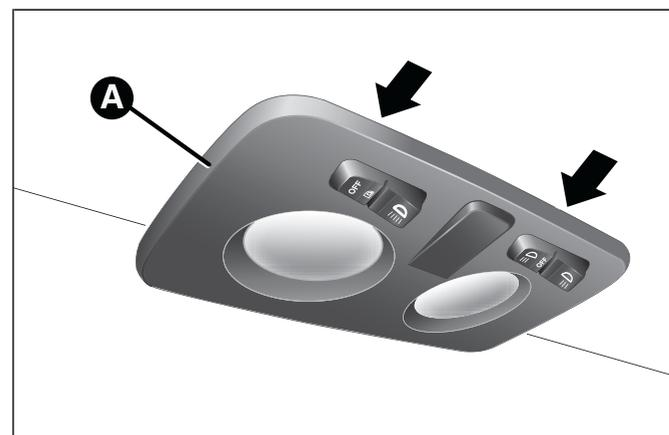
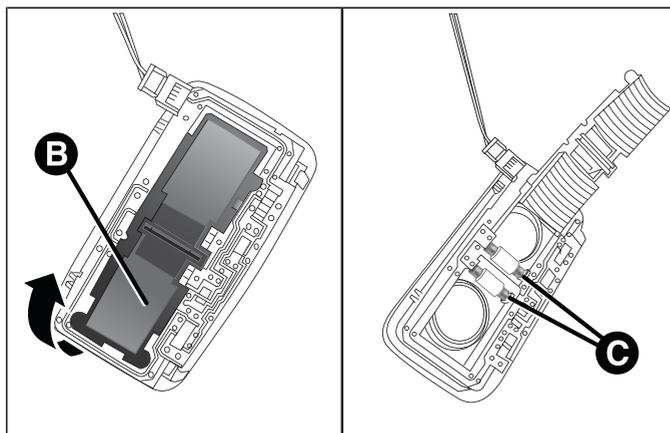

fig. 137
fig. 138
- enlever le plafonnier A fig. 137 en agissant sur les points indiqués par les flèches ;
- ouvrir le volet B fig. 138, remplacer les ampoules C en les séparant des contacts latéraux. Puis s'assurer que les nouvelles ampoules soient bien bloquées entre les contacts ;
- refermer le volet B fig. 138 et fixer le plafonnier A fig. 137 dans son logement en s'assurant de son blocage.